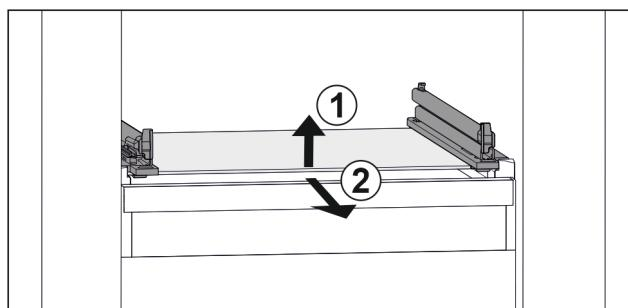

Fig. 153 Simbolična slika steklene plošče
- Stekleno ploščo dvignite v smeri naprej. Fig. 153 (1)
- Stekleno ploščo odstranite v smeri naprej. Fig. 153 (2)